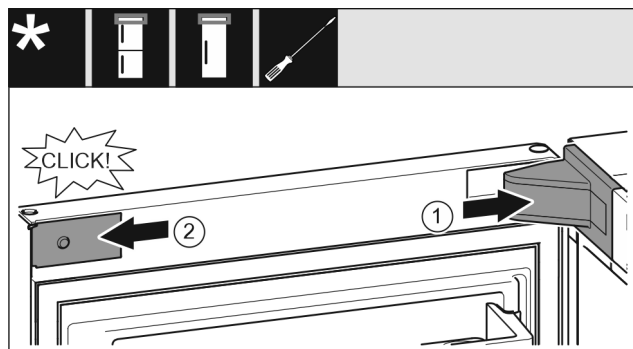

Fig. 27
- Vendosni kapakun mbulues të bazamentit mbështetës Fig. 27 (1) dhe mbërthejeni në vend, duke i ndarë nga njëri-tjetri nëse nevojitet.
- Vendosni panelin mbulues Fig. 27 (2) anash dhe mbërthejeni në vend.